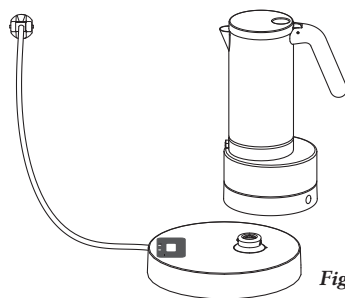

Fig. 7
- Sett espressokokeren på strømsokkelen. (fig. 7).